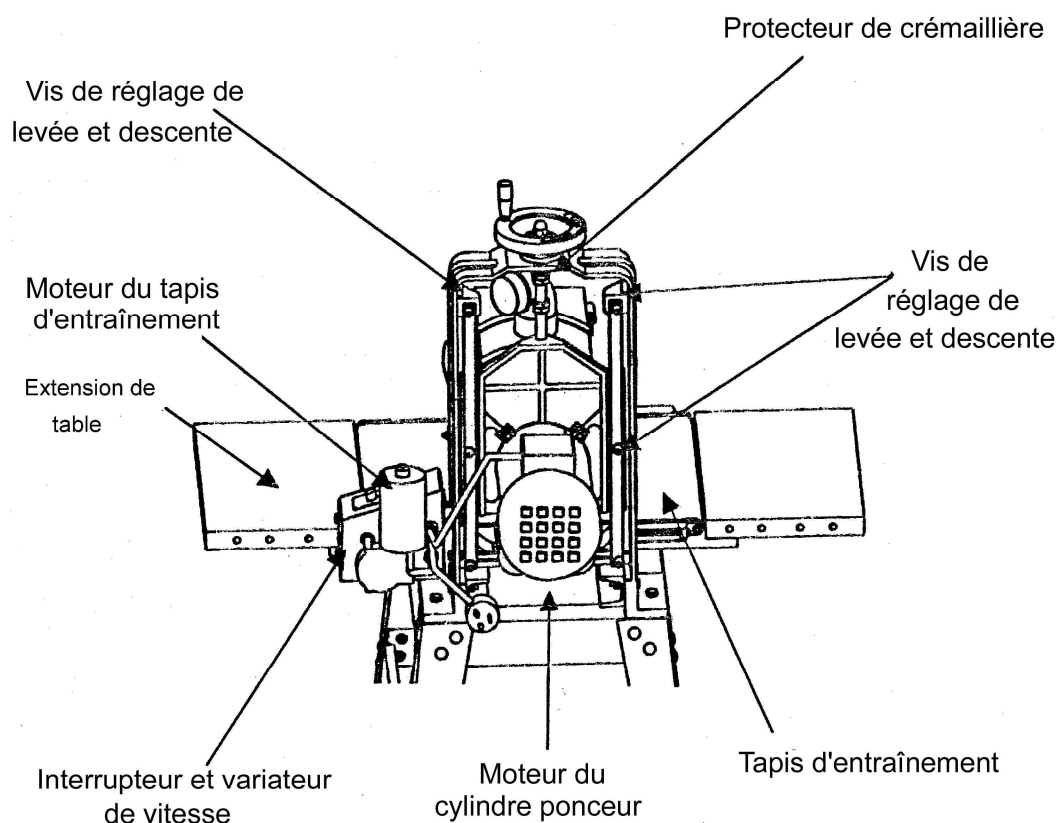

Figure 2
La hauteur du cylindre se règle en tournant le bouton de contrôle de la hauteur (reférez-vous à la Figure 2) dans le sens horaire. Pour descendre le cylindre, tournez le bouton de contrôle de la hauteur dans le sens antihoraire. La profondeur du mouvement est d'environ 0.4mm par 1/4 de tour dans un sens ou dans l'autre. Un tour complet fait 1.5mm. Les réglages de profondeur peuvent être mesurés en utilisant l'échelle d'indication de la profondeur située à droite du cadre de support du cylindre.
5. Inversez le sens d'avance du bois lors des passes successives, tout en ajustant la profondeur de coupe à l'aide de la poignée de réglage de la hauteur (Reportez-vous à la Figure 2). Plusieurs variables affectent la profondeur de coupe adéquate sélectionnée : le choix du grain abrasif, la largeur de la pièce de bois, la vitesse d'avance et la teneur en humidité de la pièce de bois.